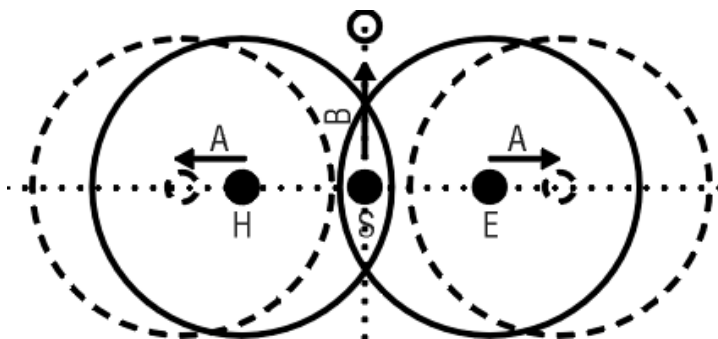

Figura 5: imbuto di tensione
- B:** posizionare la spina di messa a terra per la sonda in un punto delle rette al di fuori dell'imbuto di tensione come illustrato nella figura 5 e ripetere la misurazione.